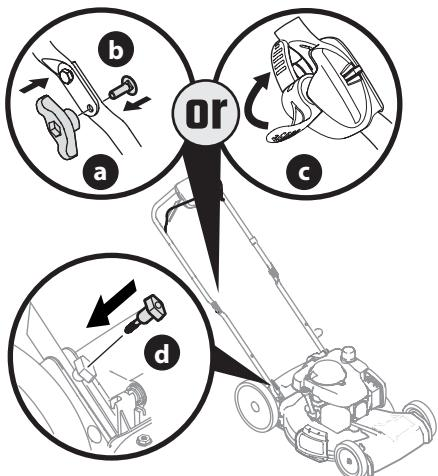

Figure 8
4. Replacez les boutons étoile ou les écrous papillon (a) et les boulons de carrosserie (b) retirés à l'étape 1 dans les trous de la partie inférieure du guidon ou placez les loquets (c) dans la position de verrouillage (Figure 8).
5. Retenez la partie inférieure aux supports du guidon avec les boulons à oreilles (d) retirés à l'étape 2 (Figure 8). Serrez bien les boulons pour fixer le guidon.